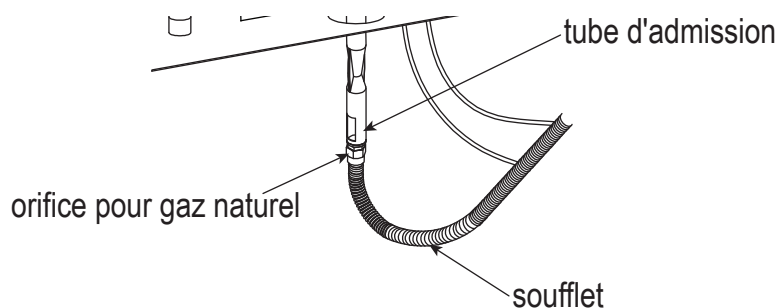

Figure 11
3. Remplacez l'orifice pour propane par l'orifice pour gaz naturel et vissez fermement ce dernier sur le soufflet. Connectez ensuite l'orifice pour gaz naturel au tube d'entrée et serrez-le (voir Figure 11). L'orifice pour gaz naturel (diamètre 4,18 mm) est marqué d'une tache noire.